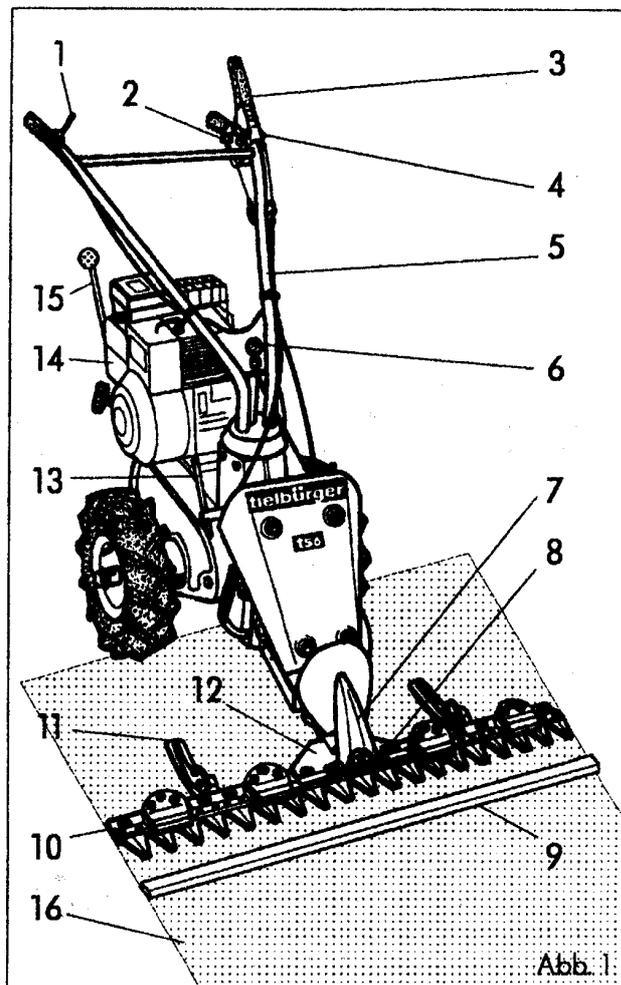

Abb. 1
- Starten des Motors nur auf ebenem Untergrund. Der Mähbalken darf dabei keine Fremdkörper berühren. Die Bedienungsperson muß beim Starten außerhalb der Gefahrenzone sein (siehe Abb. 1).